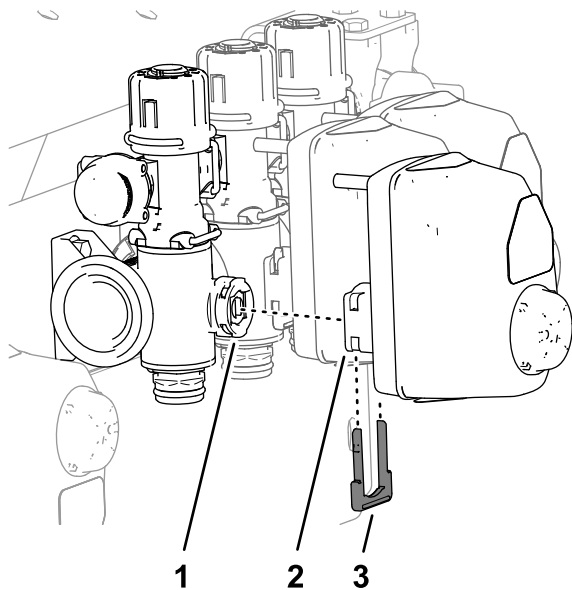

图 48
1. 取下将致动器固定至喷洒臂段阀门总成上的歧管阀的卡环图 48。
2. 从歧管阀拆下致动器图 48。